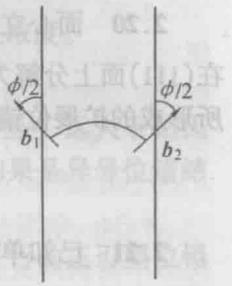

图 2-7
2.34\* 在同一滑移面上有两根相互平行的位错线,其柏氏矢量模相等,且相交成  $\phi$  角,假定两个柏氏矢量相对位错线呈对称配置,如图 2-7 所示,试从能量角度考虑  $\phi$  在什么值的时候这两个位错线相互吸引或者相互排斥。